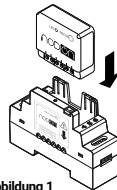

Abbildung 1
- 3 Setzen Sie das Modul in das Hutschiene-Geäuse ein und achten Sie auf die richtige Richtung des Moduls, die Klemmleiste muss sich links befinden (siehe Abbildung 1). Überprüfen Sie, ob die Klemmen genug geöffnet sind, damit die Stifte im Geäuse nicht geknickt werden.